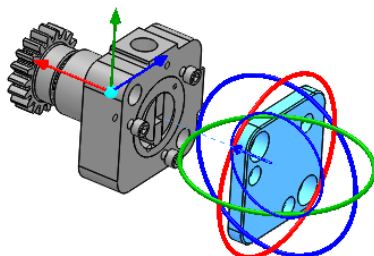

图 8-98 爆炸预览
- 03 单击【应用】按钮，在绘图区中显示爆炸预览效果，如图 8-98 所示。